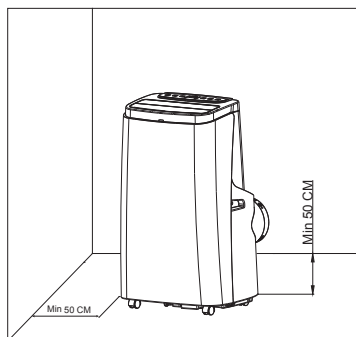

Abbildung 4
- Bewegen Sie die Maschine mit eingebautem Wärmerohr und Armaturen vor dem Fenster, und der Abstand zwischen Gehäuse und Wänden oder anderen Gegenständen muss mindestens 50 cm betragen (wie in Abb.4 dargestellt).